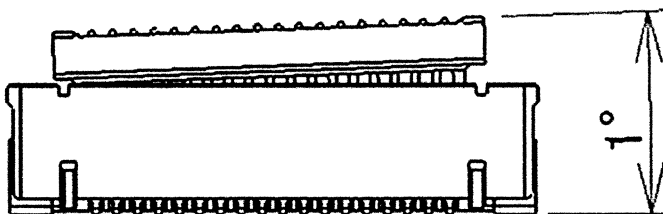
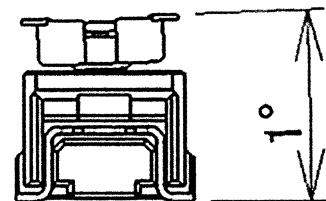

Fig.3
Fig.4
- ・嵌合時の許容角度は図 3～図 4 になりますので、記載角度以下で使用してください。
Please mate it below the angle of the figure 3, 4.